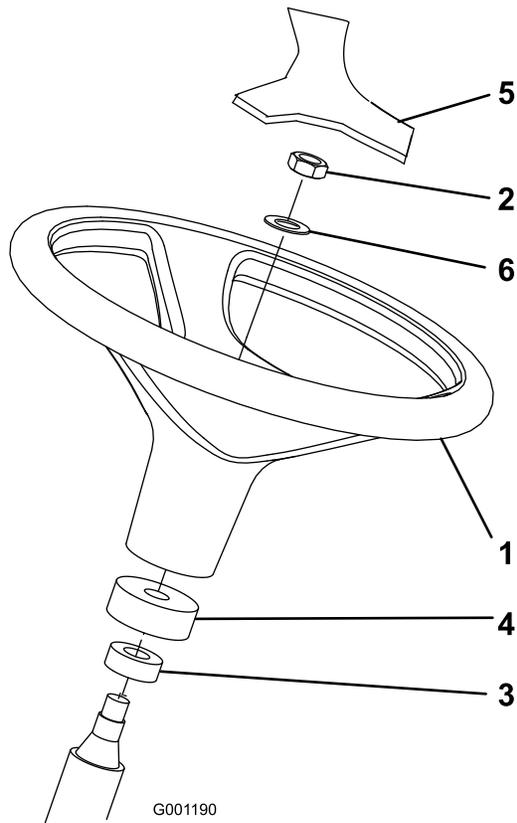

図 3
2. ステアリング・シャフトからジャム・ナットとワッシャを外す。ウレタン製カラーとダスト・カバーがシャフトについていることを確認する (図 3)。
3. ハンドルとワッシャをステアリング シャフトにはめ込む (図 3)。
5. ハンドルにカバーを取り付ける (図 3)。